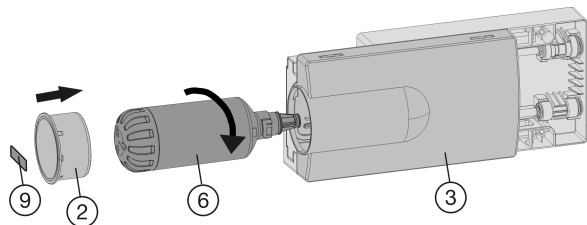

Fig. 40
- Mettre le couvercle du tiroir *Fig. 40 (3)* en place.
- Mettre le filtre à eau *Fig. 40 (6)* en place et le tourner d'env. 100° vers la droite jusqu'à la butée.
- Poser le couvercle du filtre *Fig. 40 (2)*.
- Inscire la date du dernier remplacement sur l'autocollant fourni *Fig. 40 (9)* puis le coller sur le module.